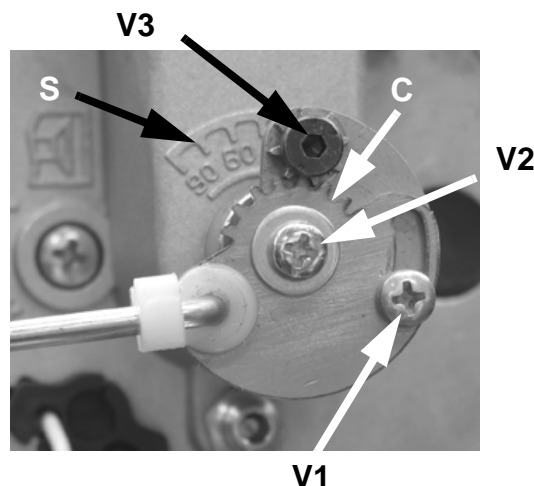

Рис. 15
- 15 При возникновении необходимости подкорректировать расход газа, отрегулированный согласно пунктов 1 и 2 этого параграфа, расслабить винт **V1** (Рис. 15) и отрегулировать угол раскрытия дроссельного клапана, вращая пластинку **C**, воздействуя на винт **V3** (вращение по часовой стрелке - для уменьшения расхода газа, а против часовой стрелки - для увеличения). Индикатор **S** указывает угол раскрытия.